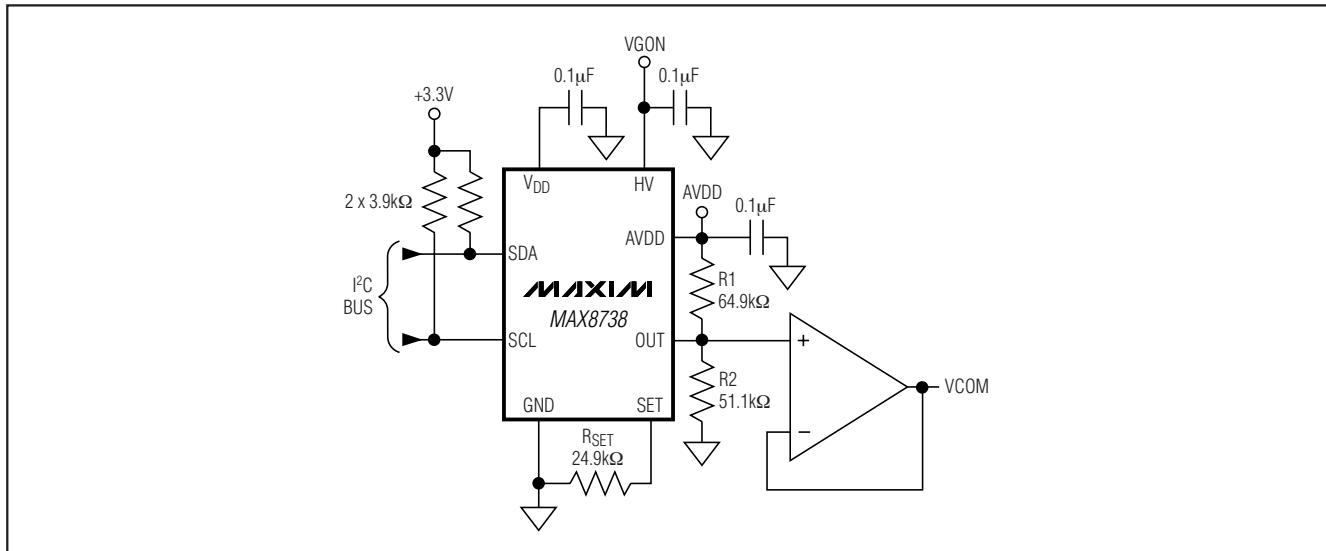
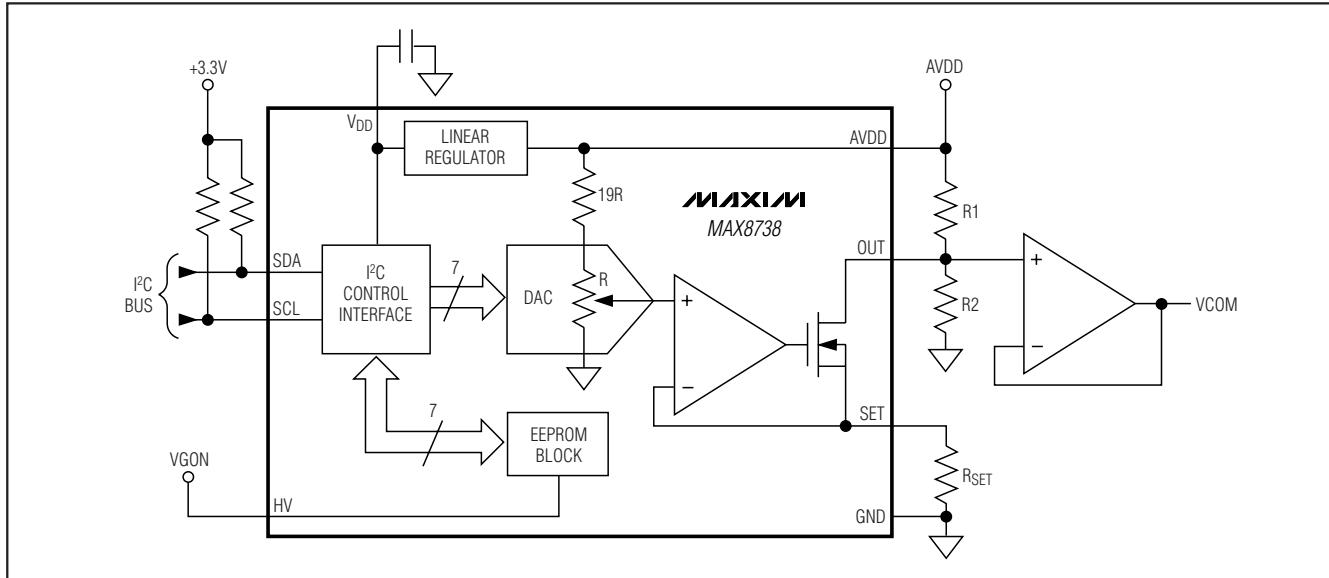

图2. 标准应用电路
图3. 简化功能框图
MAX8738是固态电位器，可以替换机械电位器，用来调节TFT LCD显示器的LCD背板电压(VCOM)。MAX8738连接一个外部电阻分压器，并吸收可编程电流( $I_{OUT}$ )，用来设置VCOM电压(见图2)。由内部7位DAC控制吸入电流，允许用户提高或降低VCOM电压(见图3)。DAC输出与 $V_{AVDD}$ 成比例，并在整个工作范围内保证单调。用户可将DAC的设定值存储在内部EEPROM中。上电时，EEPROM将DAC预置到上一次的存储值。通过LCD面板与编程电路之间的2线I2C接口调节DAC，并对EEPROM进行编程。
- 1) 将VCOM缓冲器和R1/R2组成的分压器靠近OUT引脚放置（见图2）。